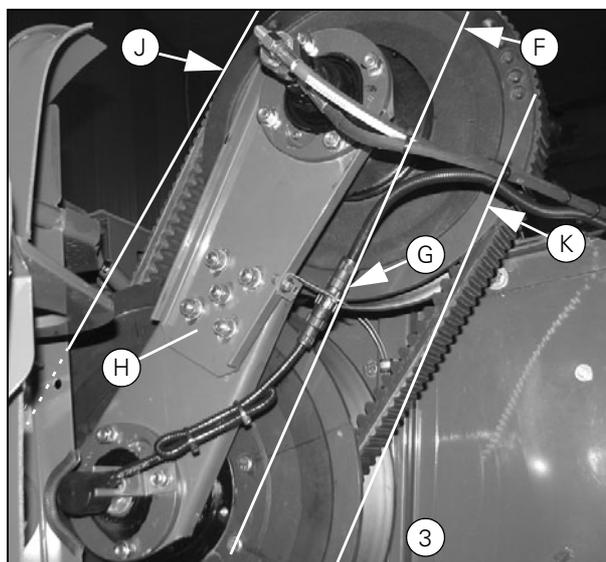

Рисунок 5
- Прижав прямолинейную планку к неподвижному полушкиву механического вариатора как можно ближе к ступице, измерьте расстояние (E) до неподвижного полушкива гидравлического вариатора. При помощи прокладок отрегулируйте данное расстояние до  $102 \pm 2$  мм, как описано в разделе 5.2.5 на стр. 150. Затем установите вариатор.
- Установив прямолинейную планку, как описано выше, измерьте расстояние до неподвижного полушкива гидравлического вариатора в точках (F) и (G). Если разница между результатами двух измерений превышает 2 мм, отрегулируйте длину опорного кронштейна в точке (H) (Рис. 5). (Диапазон регулировки длины составляет макс.  $\pm 1$  мм.)
- Прижав прямолинейную планку к неподвижному полушкиву механического вариатора на наружной части фланца (Рис. 5), измерьте расстояние от неподвижного полушкива гидравлического вариатора в точках (J) и (K). Если разница между результатами двух измерений превышает 2 мм, необходимо выполнить выравнивание со стороны машины, на которой расположена ступица механического вариатора.